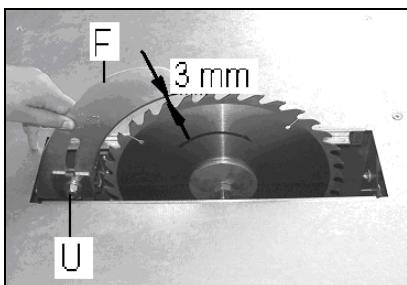

Fig 17
Le couteau diviseur (F, Fig17 est fixé avec un écrou (U).